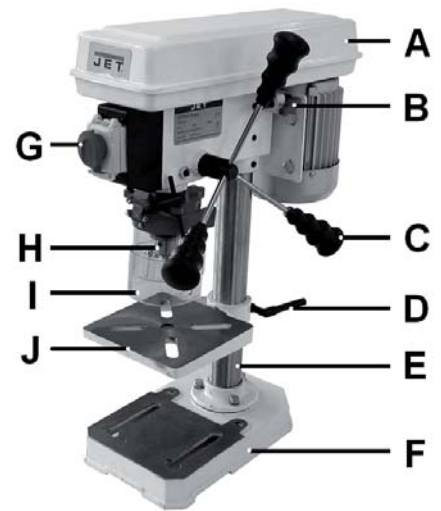

Рис. 1
- Встановіть стійку (B, Рисунок 1) на цоколь верстата (F).
- З шестиграних гвинтів (D) добре затягніть.
- Надягніть патрон (J, Рисунок 1) на конус шпинделя.
- Відкрутіть кріплення майданчика мотора (В, Рисунок 1).